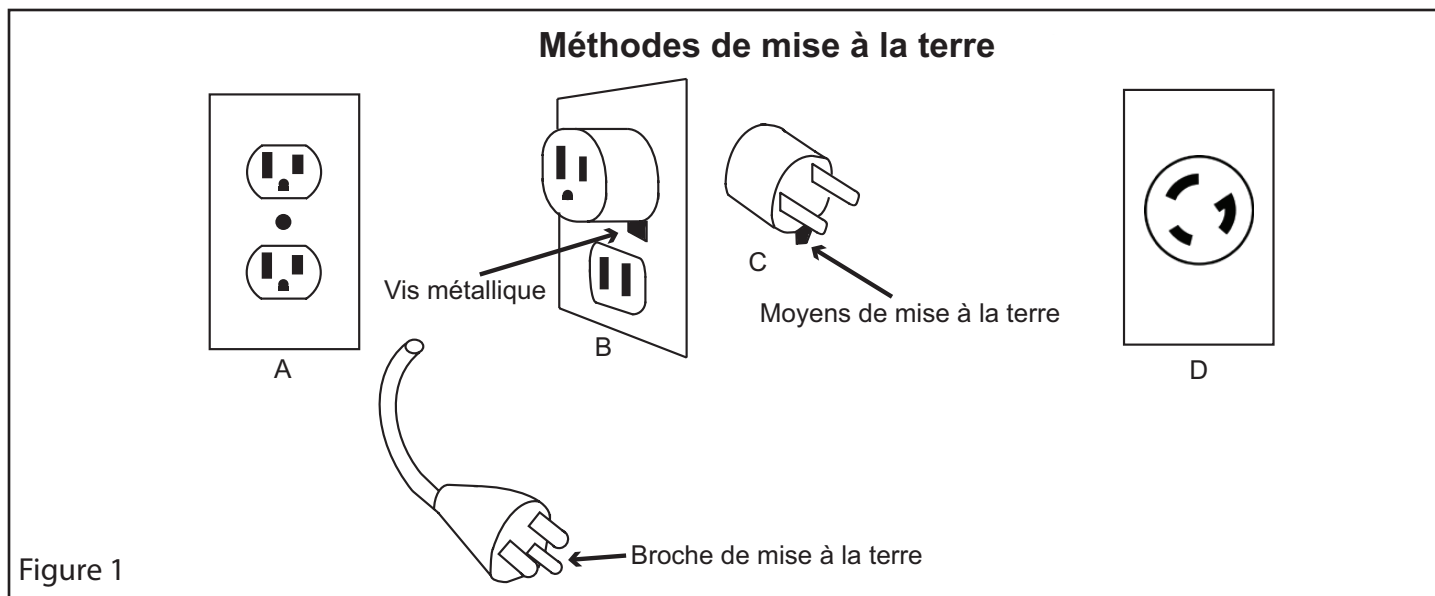

Figure 1
2. Brancher la chaufferette sur une prise correctement mise à la terre. Voir les directives de mise à la terre (page 6, figure 1).
(voir la Figure 1)**